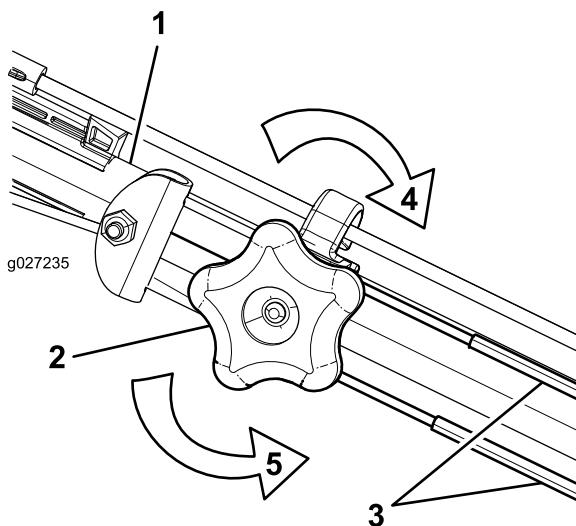

Figura 23
1. Gire el pomo de ajuste en sentido antihorario para aflojar el cable (Figura 23).
2. Ajuste la tensión del cable (Figura 23) tirando del mismo hacia atrás o empujándolo hacia adelante, y sujetelo en esa posición.